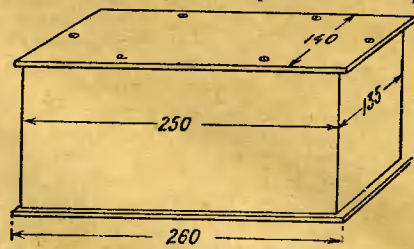
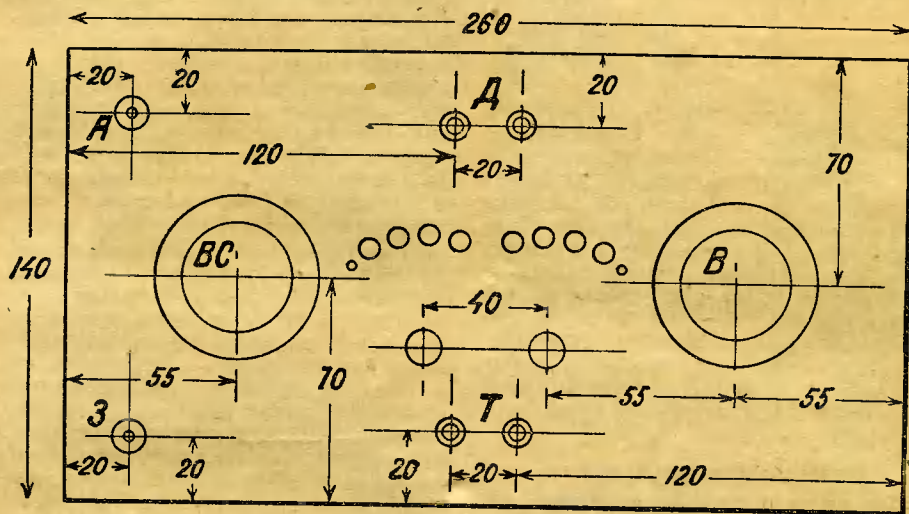

Рис. 6. Ящик приемника.
Рис. 7. Разметка крышки приемника.
- 1 ящик (см. рис. 6),
см. рис. 6. Верхнюю крышку ящика лучше пропарафинить, но и сделанная из сухого, твердого дерева крышка будет служить не хуже. Разметка крышки производится согласно рис. 7, при чем лучше поступить так: вырезать из плотной бумаги листок по размеру крышки, на нем произвести разметку, а затем приложив край в край на крышку ящика, переколоть шилом точки, в которых нужно просверлить.